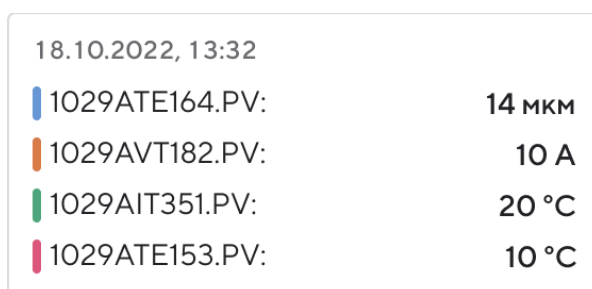

Рисунок 88 – Дополнительное окно с информацией об измеряемых параметрах датчиков
9. Подведите указатель мыши к точке на графике показателя датчика. Откроется дополнительное окно с информацией об измеряемых параметрах датчиков в выбранный момент времени (Рисунок 88).
Дополнительное окно с информацией об измеряемых параметрах датчиков в выбранный момент времени (см. Рисунок 88) содержит следующие данные: